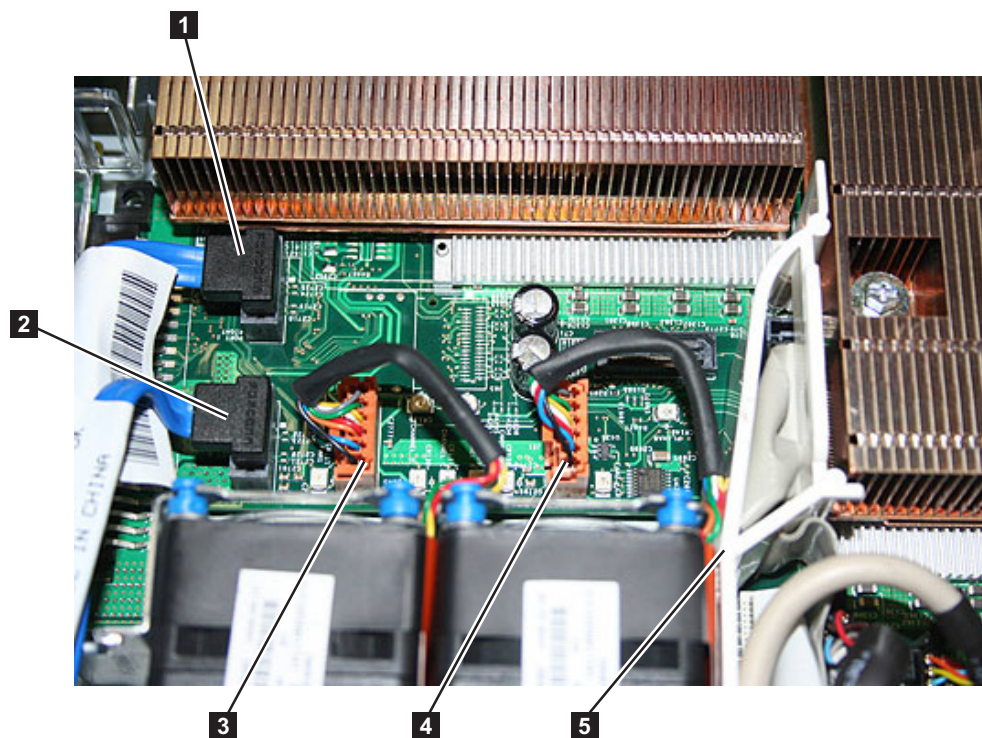

図 234. SAN ボリューム・コントローラー 2145-8G4 システム・ボード上のコネクタ
5. システム・ボードから最初のケーブル・セットを切り離します (図 234 を参照)。システム・ボードの前面左側から、以下を取り外します。